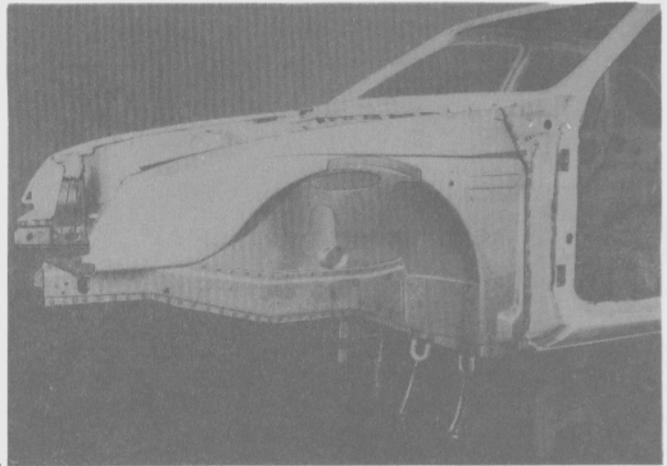

Fig. 149
- Montar sobre el conjunto del larguero/guardabarro delantero interior y sujetarlo, sin tensar, a la herramienta T84G-F00001-BAS. Sujetarlo luego con herramientas de apriete, de modo que las pestañas soldadas por puntos queden en contacto directo para efectuar el soldado (Figs. 149 y 150).